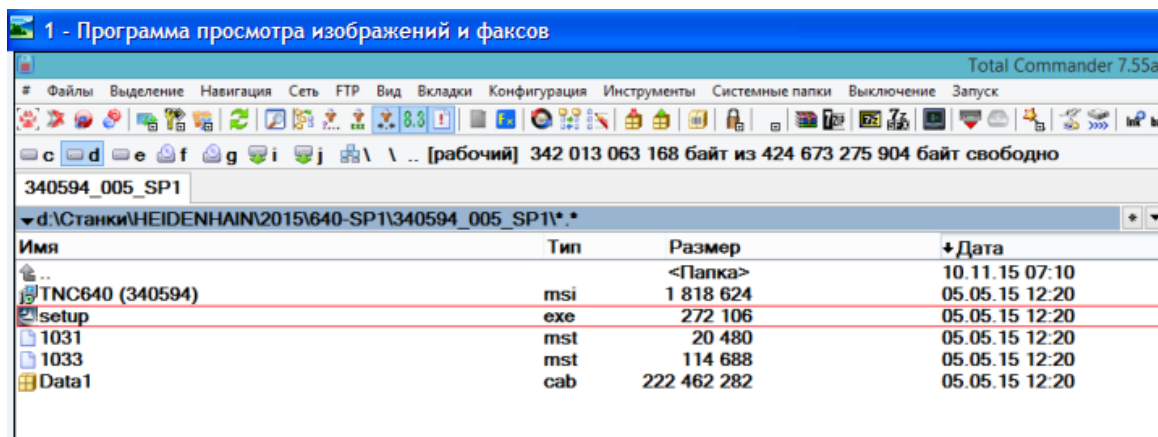

Рисунок 1.1- Запуск файла *Setup.exe*
1. Запустити файл *Setup.exe* із папки з інсталяційними файлами (рис.1.1).